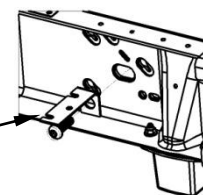

Figura 4c
7. Sujete los soportes del bastidor a los largueros del bastidor del vehículo como se muestra en la figura 3. Pase el perno de casquete (6) a través de la arandela cónica (4) y luego del interior de la ranura trasera del bastidor del vehículo. Coloque el soporte de montaje (1), la arandela cónica de (4) y la tuerca (3) y apriete a mano. En vehículos Pickups con controlador de freno OE, remítase al paso 2 de instalación para reubicar el enchufe con el soporte angular. Use el perno de casquete (6) para unir el soporte angular al interior del bastidor (ver Figura 4c), el soporte angular irá entre la arandela plana y el bastidor.
8. La ranura delantera del bastidor del vehículo requerirá el uso del cable de halar (9) suministrado para instalar el perno de carruaje al interior del bastidor del vehículo. Pase el extremo enrollado del alambre a través del exterior del bastidor, halando lo suficiente para insertar el bloque de carruaje rectangular (8) y el perno de carruaje de 5/8" (7) en el cable de halar. Halar el cable hacia atrás a través del bastidor permitirá la instalación del soporte de montaje, la arandela cónica (4) y la tuerca (3). Apriete a mano la tuerca en su lugar.